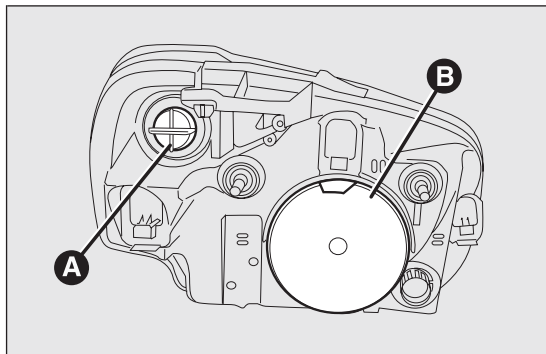
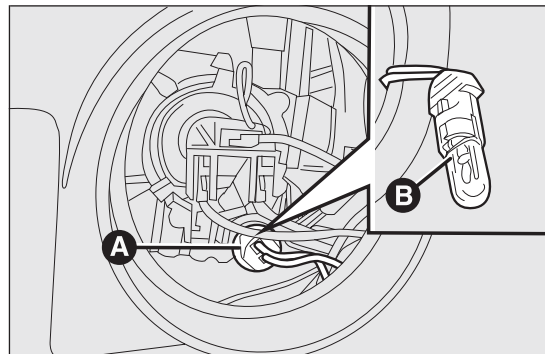

fig. 152
fig. 153
I gruppi ottici anteriori fig. 152 contengono le lampade delle luci di posizione, anabbaglianti, abbaglianti e direzione.
- rimuovere il coperchio di protezione A fig. 152;
- rimontare la nuova lampada, inserire nuovamente il portalampana A fig. 153 quindi rimontare correttamente il coperchio di protezione A fig. 152.
- riagganciare la molletta fermalampada e rimontare correttamente il coperchio di protezione A fig. 152.
- ruotare in senso antiorario il coperchio di protezione B fig. 152;